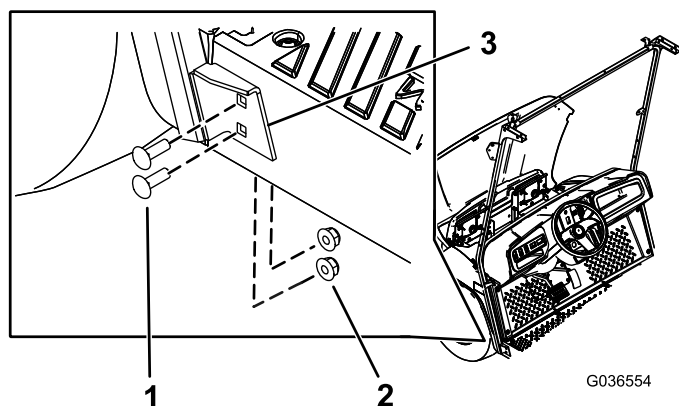

Figura 6
5. Prenda o suporte inferior do suporte do limpa para-brisas ao lado esquerdo da máquina utilizando quatro parafusos da carroçaria (5/16" x 1") e quatro porcas flangeadas (5/16") nos furos que realizou no passo 2 (Figura 6).